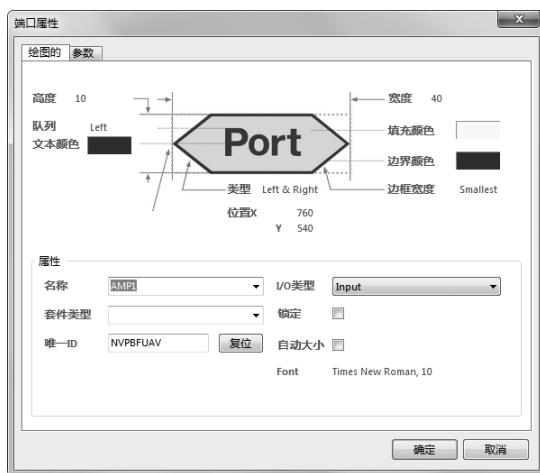

图 5-24 设置电路端口属性
(1) 选择菜单栏中的“放置”→“端口”命令，或者单击“布线”工具栏中的按钮 (放置端口)，鼠标将变为十字形状，在适当的位置再一次单击鼠标即可完成电路端口的放置。双击一个放置好的电路端口，打开“端口属性”对话框，在该对话框中对电路端口属性进行设置，如图 5-24 所示。